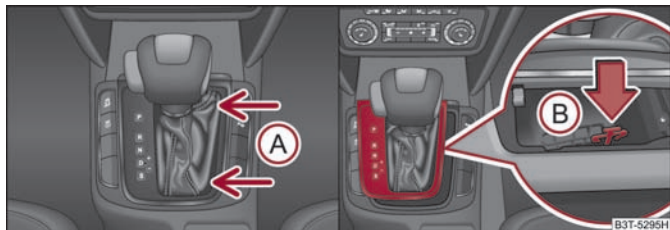

Abb. 143 Wählhebel-Notentriegelung
- Fassen Sie die Wählhebelabdeckung an den Stellen der Pfeile **A** und ziehen Sie diese vorsichtig nach oben ⇒ Abb. 143.